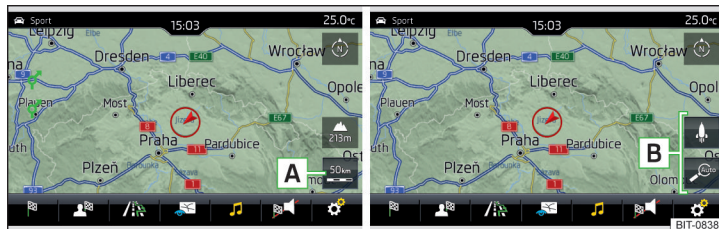

Fig. 182 Suprafețele de comandă funcții pentru modificarea scării hărții
► Atingeți scurt suprafața de comandă funcții **A** » **fig. 182**.
În zona **B** » **fig. 182** sunt afișate suprafețele de comandă funcții pentru modificarea scării hărții.